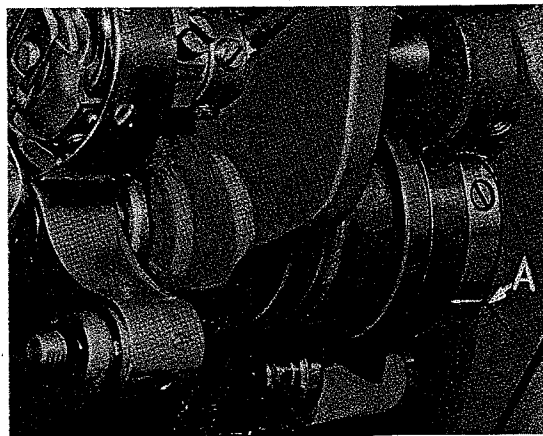

Fig. 25
y dese vuelta a la rueda de mano hasta que la barra de la aguja esté arriba del recorrido. La línea de regulación de la excéntrica impulsora del avance deberá estar en línea con la marca en la pared de la pieza de fundición (A, Fig. 25).
5. Sujétese firmemente la rueda de mano y gírese el eje principal inferior hasta que la marca de regulación en la excéntrica impulsora del avance ajustable y la marca en la pared de la pieza de fundición estén alineadas (A, Fig. 25).